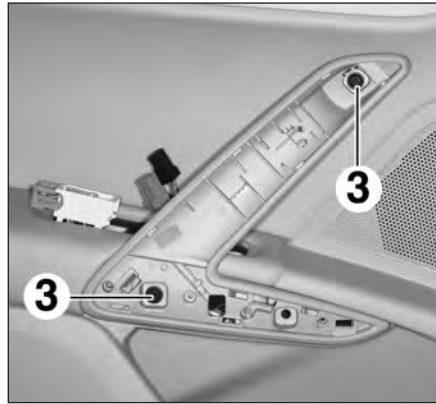

FIG.53
- Déposer les vis (3) (Fig.53).